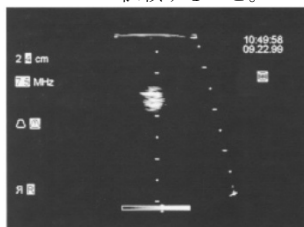

図 5
- ・ニードル先端が中央のドットマーカ上にあれば、超音波プローブの穿刺指標が正しく調整されている（図 5）。